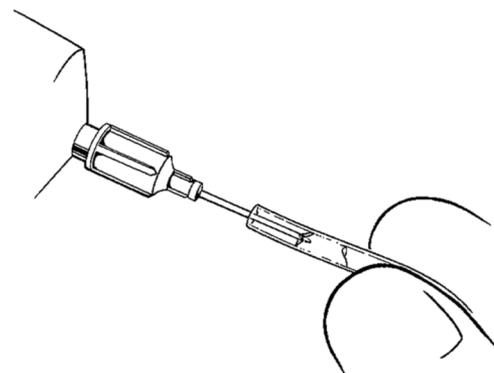

Figura 4-18. Irrigazione dei tubi
2. Irrigare i tubi dei cilindri (**Figura 4-18**).